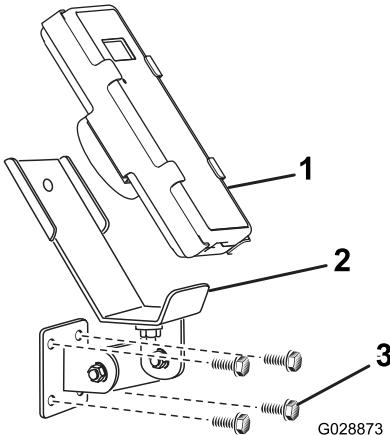
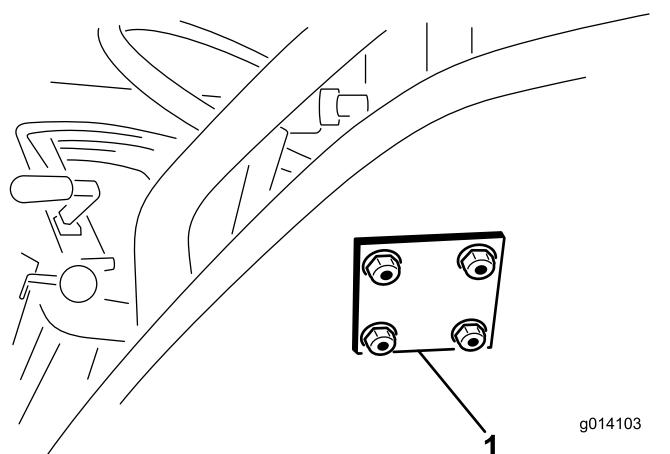

Рисунок 14
Рисунок 15
3. Прикрепите монтажный кронштейн и опорную пластину с помощью 4 болтов с фланцевыми головками (5/16 x 1½ дюйма) и фланцевых контргаек (Рисунок 14 и Рисунок 15).